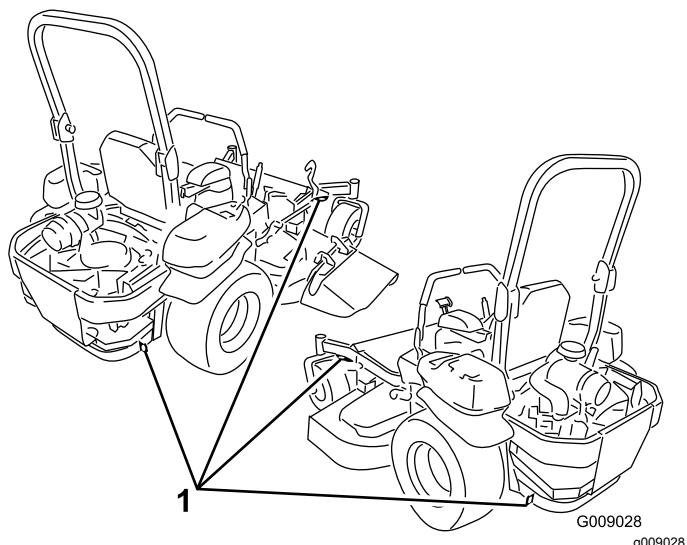

Figura 42
- Utilice los puntos de amarre metálicos de la máquina para sujetar la máquina firmemente al remolque o al camión con correas, cadenas, cables o cuerdas (Figura 42).